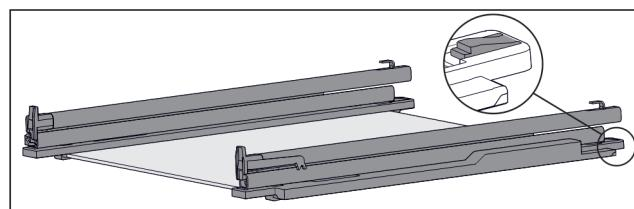

Fig. 149 Steklena plošča z vodili in držalnimi deli
- Držalni del na zadnji strani potisnite navzdol (glejte Fig. 149) in hkrati vodilo potisnite proti zadnji strani.